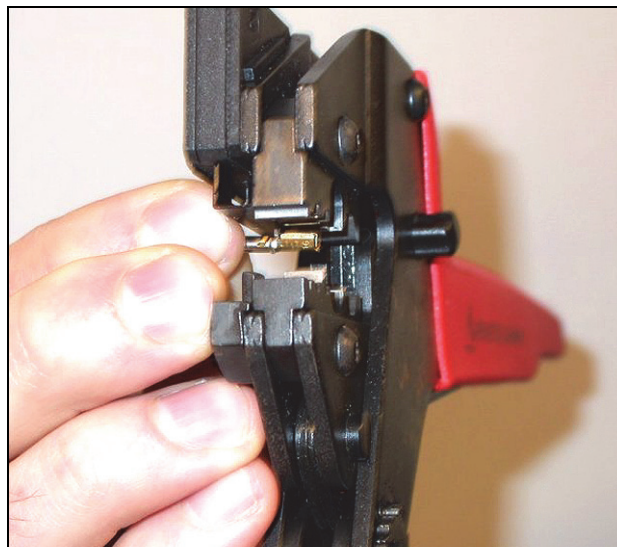
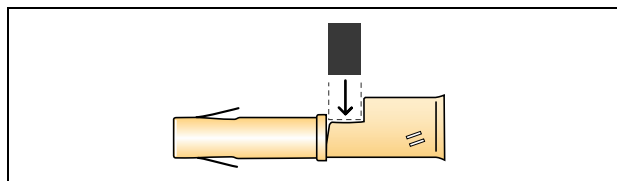

figure 30.12: Sertissage d'un contact de prise (1)
figure 30.13: Positionnement d'un contact de connecteur
- 10 Placez un contact de connecteur dans la pince à sertir (outil 3, voir figure 30.12). La partie supérieure de la pince à sertir présente une arête pour positionner le contact de connecteur dans l'outil (voir figure 30.13).